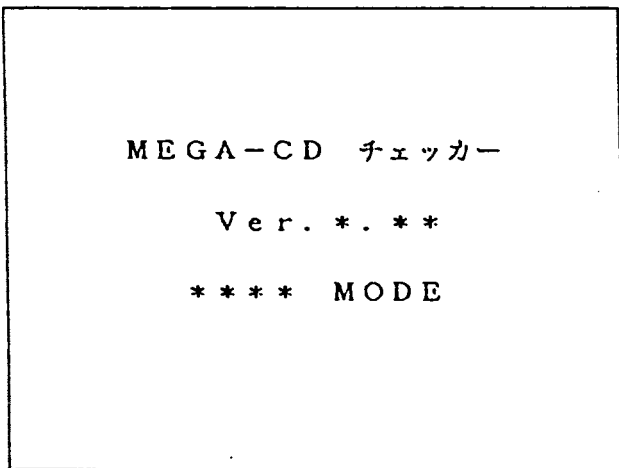
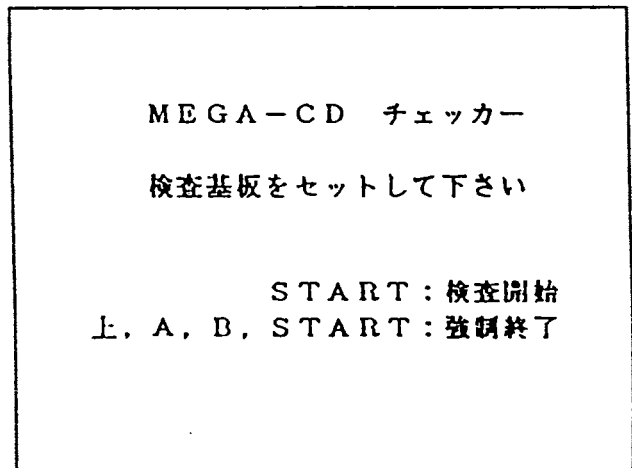

図5-1 バージョン表示画面
図5-2 検査開始画面
- ① 2) セットアップの項目に従いCDチェッカーのシステムを組み上げて下さい。
- ② CDチェッカーのMAIN BD上のDIP-SW2の2をOFFにして下さい(但し、残りのスイッチは全てONにする)。
- ③ CDチェッカーの電源をONして下さい。TV画面に"バージョン表示画面"(図5-1)が表示されしばらくすると"検査開始画面"(図5-2)になります。この時、コントロールパッド(コントロールスイッチは使えない)の十字キーの上を押しながらAボタンを押して下さい。
注2) ⑦の項目でCDチェッカーの電源をOFFする際は、まず"メニュー画面"(図5-3)に戻した後、Cボタンを押すか、カーソルを"検査開始"の項目に合わせAボタンを押して"検査開始画面"(図5-2)に戻してから電源をOFFして下さい。